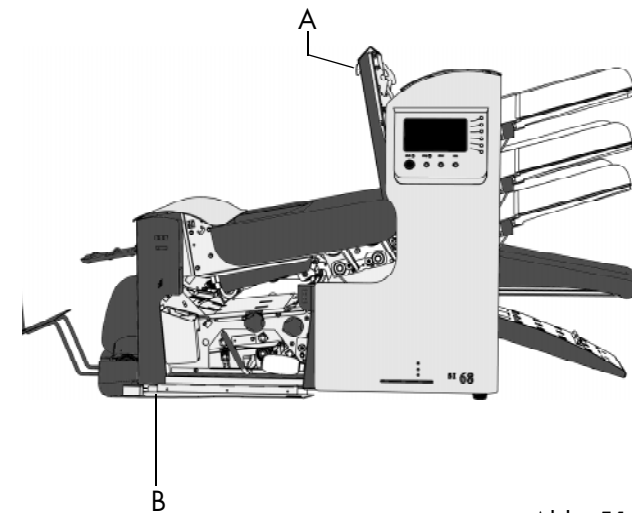
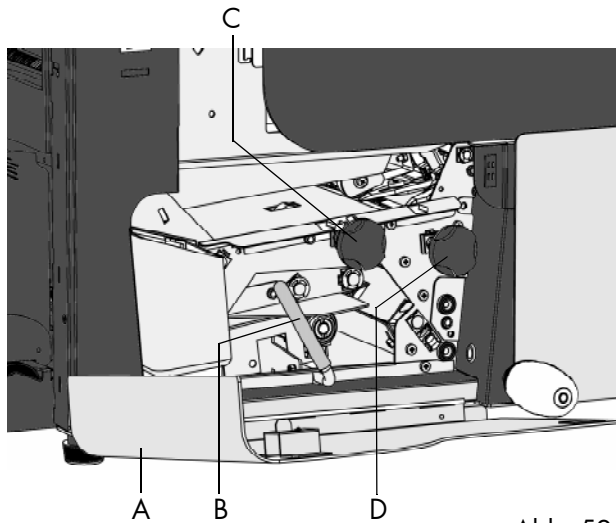

Abb. 51
Abb. 52
- Seitenverkleidung „B“ (Abb. 51) öffnen.
- Sperrhebel „A“ (Abb. 51) das obere Teil anheben und hochklappen.
- Seitenverkleidung „A“ (Abb. 52) öffnen.
- Entstörhebel B (Abb. 52) herunterdrücken und nach links halten und den Umschlag/die Umschläge aus dem unteren Umschlaggestell entfernen. Entstörhebel B loslassen.
Falls erforderlich, können Umschläge und Dokumente manuell durch Betätigung des Knopfes C im Uhrzeigersinn transportiert werden (Abb. 52). Für manuellen Transport der Umschläge zum Einführtisch oder zum unteren Umschlaghalter, wird der Knopf D im Uhrzeigersinn gedreht. Handgriff A nach oben ziehen (Abb. 51) und das obere Teil in vertikale Position ziehen. Die Umschläge und Dokumente können dann entfernt werden.